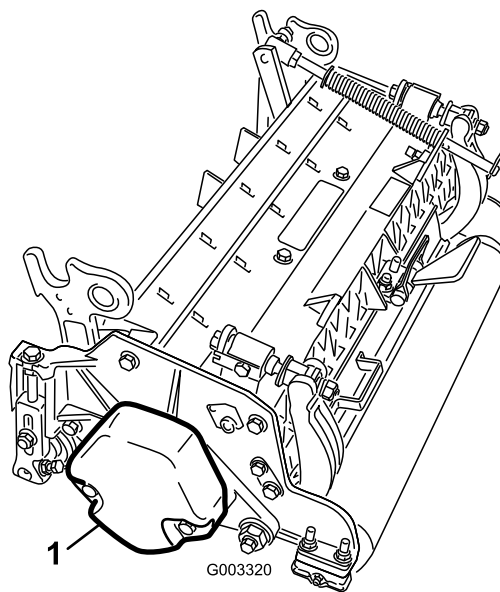

**Figura 8**
8. Enrosque el perno en el otro brazo del cierre de seguridad del capó para bloquear la posición del cierre (Figura 8).